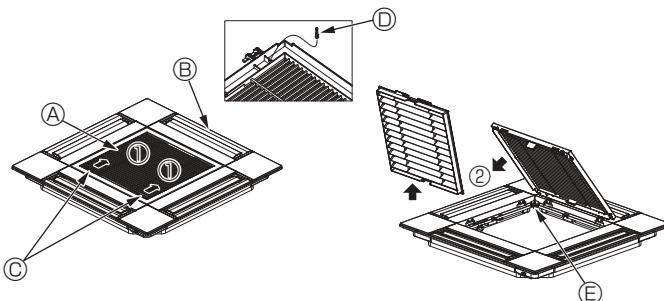

Fig. 10-3
10.3.1. Extracción de la rejilla de admisión (Fig. 10-3)
- Deslice las palancas en la dirección indicada con la flecha ① para abrir la rejilla de admisión.
- Con la rejilla de admisión en posición "abierta", retire la bisagra de la rejilla de admisión de la rejilla tal y como se indica con la flecha ②.
- (A) Rejilla de admisión